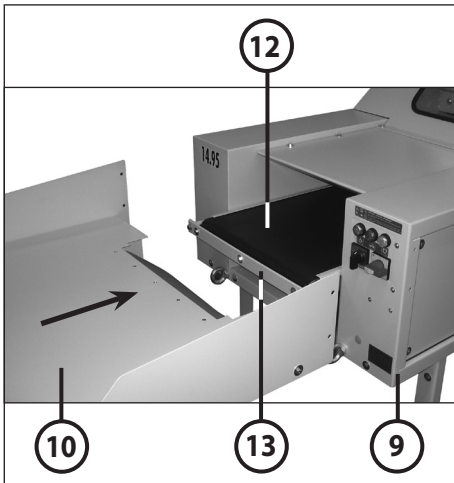

Abb. 1
- 9 = Gehäuse (Abb. 1, 2 und 4)
- 10 = Tisch (Abb. 1, 2, 4 und 5)
- 12 = Transportband (Abb. 1 und 4)
- 13 = Transportbandhalterung (Abb. 1)
MONTAGE DES TISCHES (10) (Abb. 1, 2, 3):
1. Die jeweils 3 Schrauben an der Gehäuse-Vorderwand (9) und an der Stirnseite der Transportbandhalterung (13) abschrauben.
2. Den Tisch (10) auf die Transportbandhalterung (13) legen, bis ans Gehäuse (9) nach hinten schieben und mit Hilfe der zuvor abgeschraubten Schrauben an der Gehäuse-Vorderwand und an der Stirnseite der Transportbandhalterung befestigen (Abb. 1, 2 und 3).